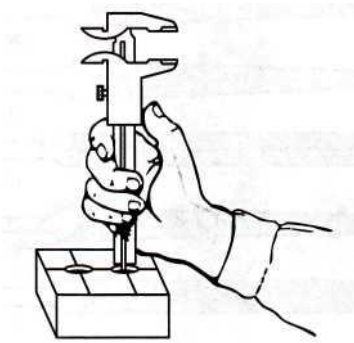

Рис. 1.9
21. Укажите, какая операция представлена на рис. 1.9: